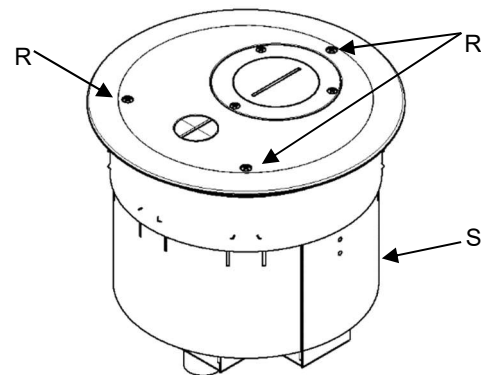

Fig. 10
2. Retirer le couvercle en enlevant les vis (R) de retenue du couvercle à la boîte (S). Consulter la Fig. 10.